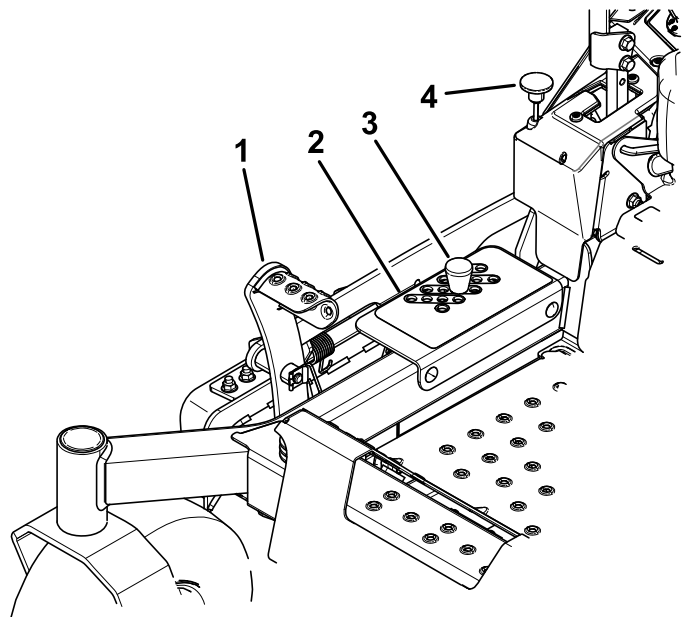

Figura 29
TRASPORTO (anche la posizione dell'altezza di taglio da 127 mm) come mostrato in Figura 29.
3. Togliete il perno dalla staffa dell'altezza di taglio (Figura 29).
4. Nella staffa dell'altezza di taglio scegliete un foro corrispondente all'altezza richiesta e inserite il perno (Figura 29).